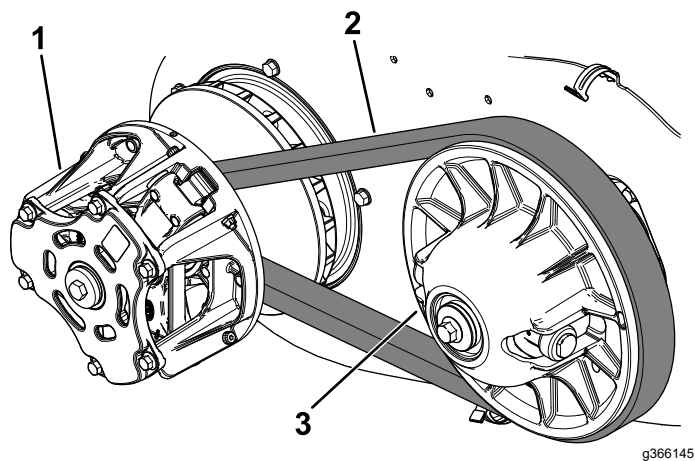

Figura 112
6. Haga girar la correa e inspecciónela (Figura 112) para asegurarse de que no está excesivamente desgastada o dañada.
7. Con aire comprimido, limpie los embragues a fondo para eliminar todos los residuos (Figura 112).
6. Tire hacia arriba de la parte superior de la correa para extraer el embrague secundario y, a continuación, gire y dirija la correa sobre el embrague secundario (Figura 112).
7. Retire la correa del embrague primario (Figura 112).
8. Coloque la correa nueva sobre el embrague primario (Figura 112).
9. Haga girar la correa y llévela sobre el embrague secundario (Figura 112).